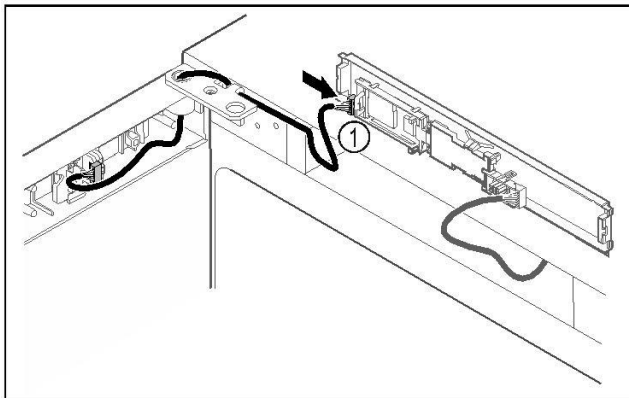

Fig. 42
- || Stekker Fig. 42 (1) in printplaat steken.